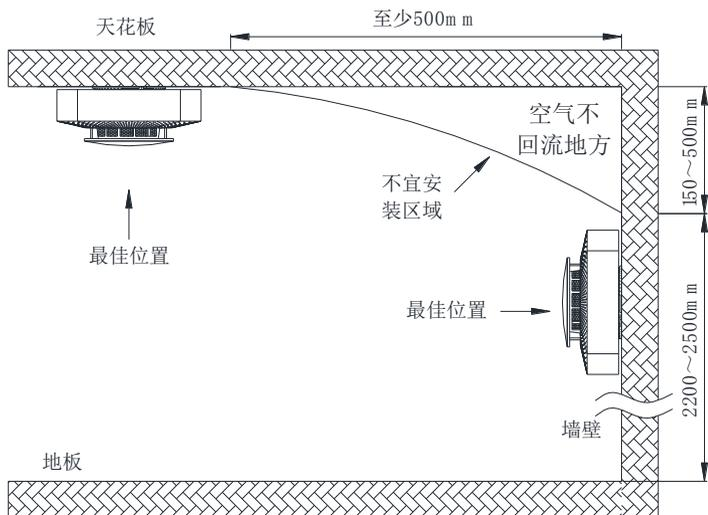

图3 平顶房报警器安装位置示意图
- ① 安装于房顶时：报警器的边缘应距任何一面墙壁不小于 500mm（如图 3 所示）。
- ② 安装于墙壁时：报警器最佳安装高度 2.2~2.5m，距顶端 150~500mm（如图 3 所示）。此安装方法适用于室内面积小于 30 m²的场所。